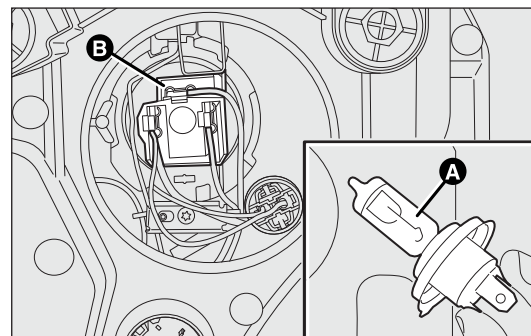

fig. 139
- ☐ débrancher le connecteur électrique B-fig. 139 central et décrocher le ressort de retenue de l'ampoule ;